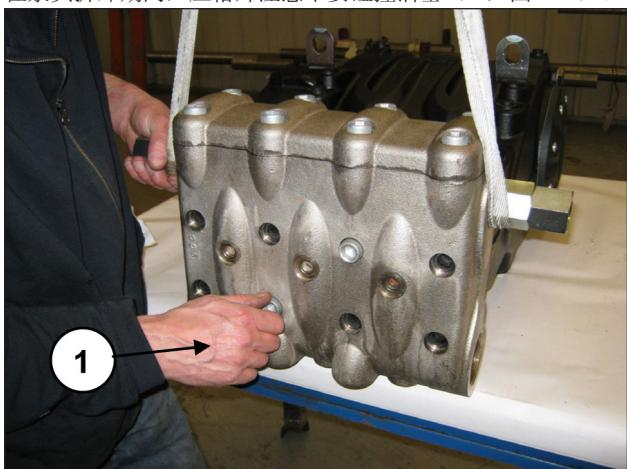

图 107
现在可以将泵头从泵壳上拆下，拧松8个M16x180螺丝（位置①，图 107）。